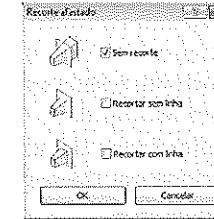

Figura 7.69 – Janela de diálogo Recorte afastado.
- **Recorte afastado:** define se haverá corte no modelo em vista de corte ou elevação e como serão mostradas as vistas cortadas na janela de diálogo **Recorte afastado**. O corte pode apresentar as linhas do projeto na parte cortada ou não, conforme ilustra a Figura 7.69.